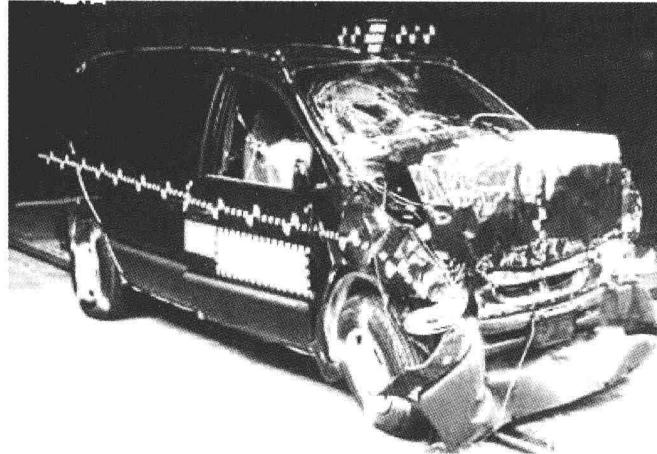

图 1-20 前部碰撞图
1) 前部碰撞如图 1-20 所示。汽车前正面发生碰撞损伤时，则说明汽车在碰撞事故中多为主动者。碰撞的冲击力主要取决于被评估汽车的重量、速度、碰撞范围及碰撞源。碰撞较轻时，保险杠会被损坏向后推，前纵梁、内轮壳、前翼子板、前横梁及散热器框架都会变形；如果碰撞程度较大，那么前翼子板就会弯曲变形，并移位碰触到车门，发动机罩铰链会向上弯曲变形并移位触到前围盖板，前纵梁变形加剧并造成副梁的变形；如果碰撞程度更加剧烈，那么前立柱会产生变形，车门开关困难，甚至造成车门变形；如果前面的碰撞从侧向而来，由于前横梁的作用，前纵梁就会产生如图 1-21 所示的变形。前端碰撞常伴随着前部灯具及护栅的破碎，冷凝器、散热器及发动机附件损伤，车轮移位等。